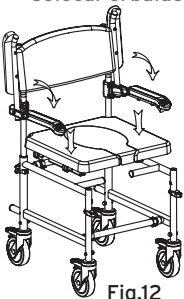

Fig.12
- Poner el asiento sobre el bastidor de la carrocería, presionar hacia abajo para fijarlo en posición y añadir la tapa (Fig.12);